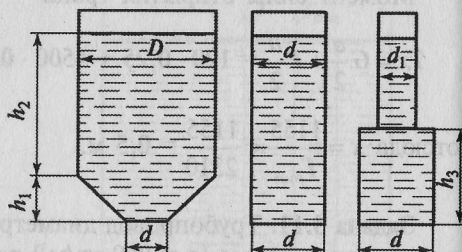

Рис. 3.12
**Задача 3.12.** Определить силу давления на основание резервуаров, представленных на рис. 3.12, а также силу реакции земли. Резервуары заполнены бензином одинаковой плотности. Весом резервуаров можно пренебречь. Исходные данные:  $d = 1 \text{ м}$ ;  $d_1 = 0,5 \text{ м}$ ;  $D = 2 \text{ м}$ ;  $h_1 = 1 \text{ м}$ ;  $h_2 = 2 \text{ м}$ ;  $h_3 = 1,5 \text{ м}$ ;  $\rho = 700 \text{ кг/м}^3$ .